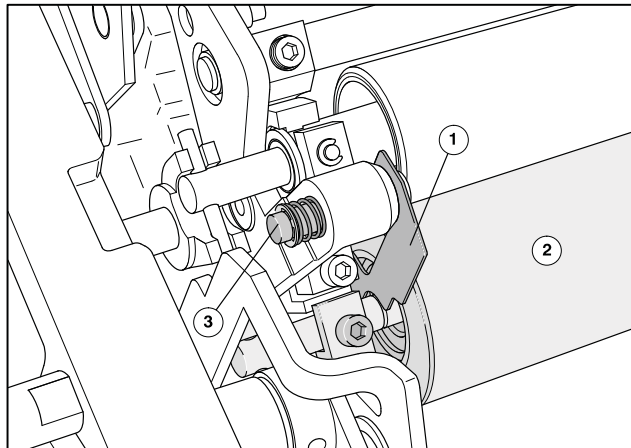

図8 湿し装置のシール
湿し装置のサイドシール(図8/①)は、第1印刷ユニットにだけ付いています。このシールは、水着けローラと水元ローラのすき間を横からふさぐためのものです。サイドシールは毎日取り外して清掃してください。
水着けローラ(図8/②)を取り外すときは、必ず、事前にサイドシール(図8/①)を取り外してください。
- ① 湿し装置の上のガードを閉じます。
- ② 版胴の上のガードを開きます。
- ③ 湿し装置のサイドフレームにあるスプリングボルト(図8/③)を、印刷機の中央に向かって押します。
- ④ サイドシール(図8/①)を版胴側に倒しながら、上に向かって抜き取ります。
- ⑤ 反対側のシールも同様にして取り外します。
- ⑥ シールを清掃します。